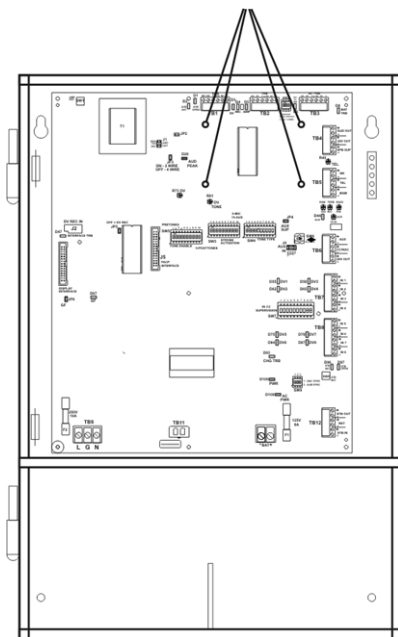

Рис.1
На Рис.1 показано место для установки разветвителя OMEGA SP4-RZ внутри панели Omega SP40/2 (Omega SP-80).
- С одной стороны стойки имеют внешнюю резьбу, с другой - внутреннюю. Аккуратно вкрутите стойки стороной с внешней резьбой в отверстия монтажных втулок указанных на рис.1.